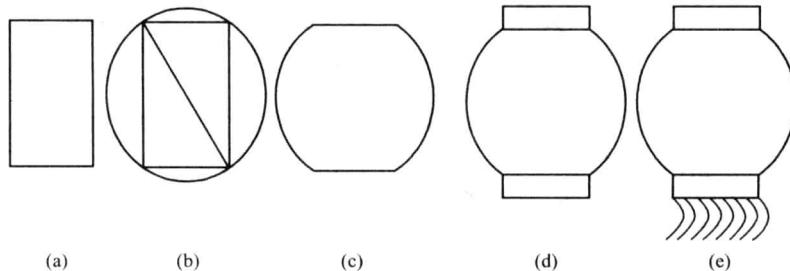

图 2-1 绘图步骤
绘制练习二例图 2-1 和例图 2-2 的图形，选绘例图 2-3～例图 2-5 的图形。
1. 例图 2-1 中的图（1）和图（4）要保证椭圆和圆的圆心在四边形的中心上（利用对象捕捉绘制）。
2. 例图 2-1 中的图（2）要使直线与圆相切。
1. 例图 2-1 中的图（3）先绘三边形，再用对象捕捉画其他线。
2. 例图 2-1 中的图（4）画图步骤如图 2-1 所示。
3. 例图 2-1 中的图（5）外框用多段线绘制直线和圆弧。
2. 绘制练习二的内容。画例图 2-1 中图 (1)。
3. 绘制例图 2-1 中的图 (2)。
(1) 调用圆 (CIRCLE) 命令, 画圆; 重复圆的命令 (直接回车或左键单击圆的命令的图标), 捕捉圆心, 画同心圆; 重复圆的命令, 画另一圆。
(2) 调用直线命令, 打开捕捉工具, 选切点捕捉, 捕捉圆的切点, 确定切线的第一点, 捕捉另一圆同一侧的切点, 完成切线的绘制; 如法炮制, 画另一切线, 完成例图 2-1 中的图 (2)。
4. 画例图 2-1 中的图 (3), 见作图提示。
5. 画例图 2-1 中的图 (4), 见作图提示。
6. 调用多义线 (PLINE) 命令, 画例图 2-1 中的图 (5) 外框, 利用其选项直线 (L)/圆弧 (ARC) 的转换, 画直线和圆弧; 再调用椭圆、正多边形 (POLYGON)、圆、圆环 (DONUT)、直线命令画图框中的其他图形 (图中平行四边形, 调用直线命令, 利用对应边相等的关系, 采用直接距离输入法确定两对应边的边长, 完成全图; 正多边形输入命令后, 给出边数, 确定圆心 C 或选边 E, 如果选圆心, 则选内接正多边形 I/外切正多边形 C, 确定圆的半径; 圆环的命令只能从菜单或命令行输入, 其后提示输入圆环的内径, 再提示输入外径, 确定圆环的圆心)。
例图2-1